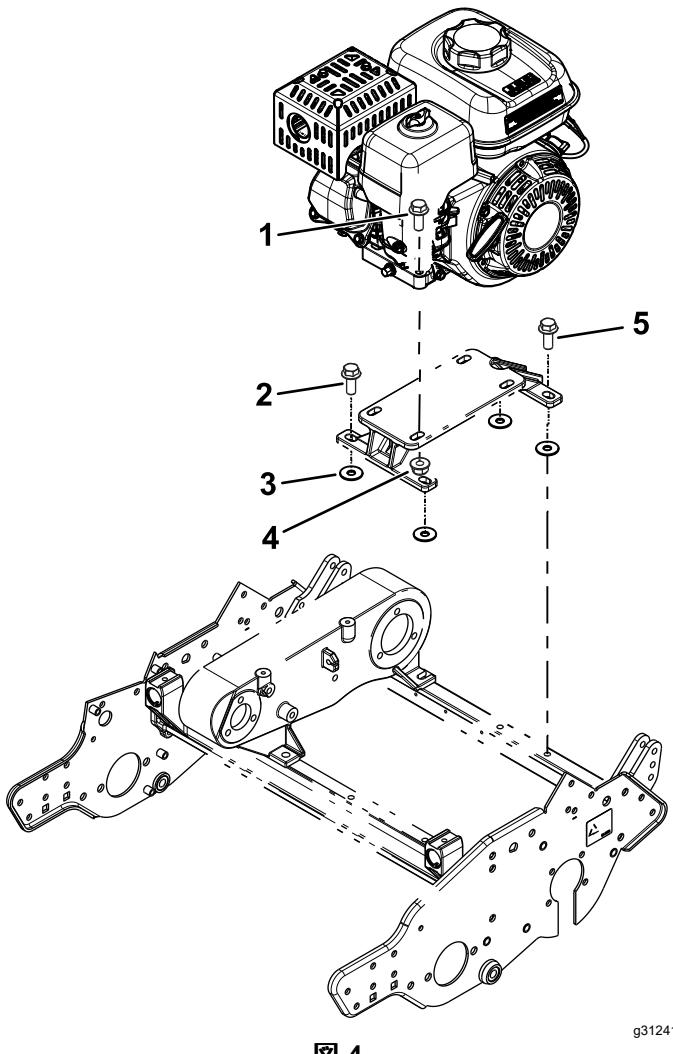

図 4
3. 機体にエンジン取り付けブラケットを取り付ける先ほど取り外したボルトとワッシャ $3/8 \times 1-1/8$ "4枚を使用して図 4 のように取り付ける。
左後ろエンジンボルト図 4 を仮付けする。
4. 外したボルトとナットを再利用してエンジンをエンジン取り付けブラケットに取り付ける 図 4。
8. エンジンベースから左後ろボルトを外し 図 4、このボルトを使って R クランプとスロットルケーブルをエンジンベースに固定する。
10. エンジン取り付けボルトおよびエンジン取り付けブラケットのボルト全部を締め付ける 図 4。